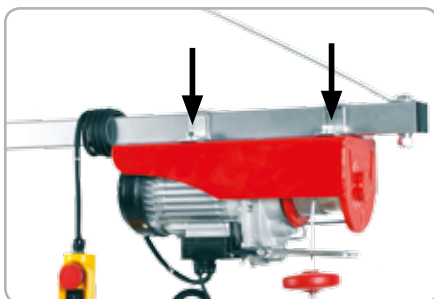

Fig.6
- Fixați troliul pe suportul de tip pivot și strângeți șuruburile cu ajutorul unei chei hexagonale (Fig.6).